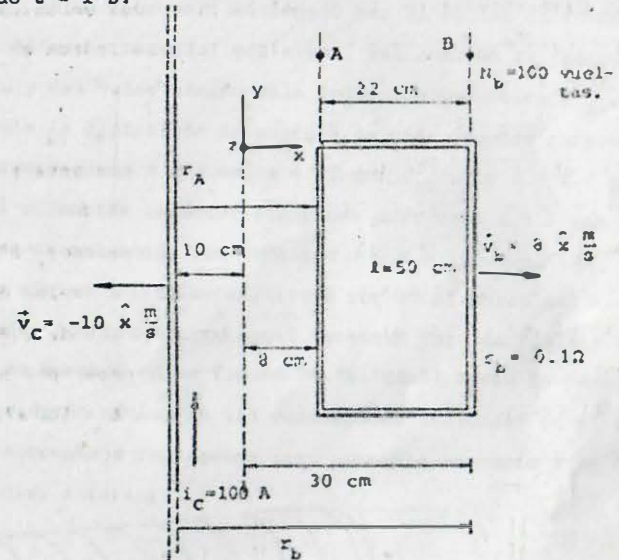

FIGURA P6.4
- 6.4 En la figura P6.4 se muestra un cierto instante, una bobina rectangular cuyo lado largo es paralelo a un conductor recto y muy largo. El conductor tiene una velocidad de  $-10 \hat{x} \frac{m}{s}$  y la bobina se mueve con velocidad  $8 \hat{x} \frac{m}{s}$ , ambos movimientos con respecto al sistema de referencia mostrado. El conductor, la bobina y sus movimientos son coplanarios. De acuerdo con los datos proporcionados en la figura antes citada y considerando que en  $t = 0 \text{ s}$   $r_A = 0$  y  $r_B = 0.22 \text{ m}$ , calcule
- b) El flujo magnético en la bobina para el instante mostrado en la figura P6.4, ¿Cuánto vale  $t$  en este instante?